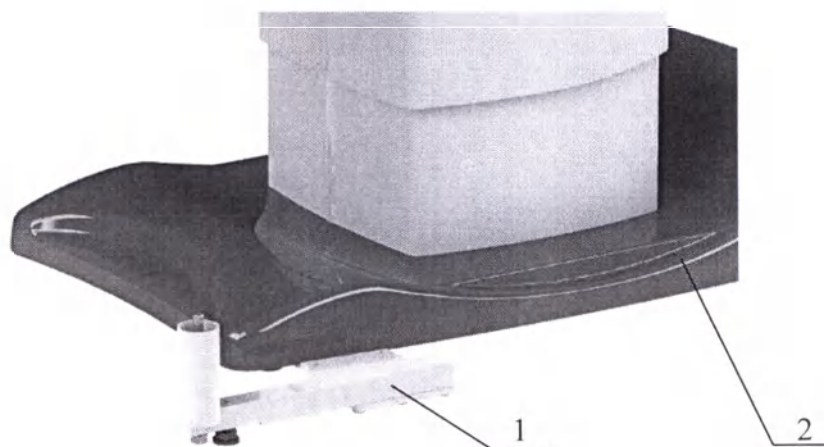

Рисунок 9. Держатель кольпоскопа.
9. Держатель кольпоскопа. (Рисунок 9). Для крепления кольпоскопа используется специальный держатель, который можно установить с любой стороны основания кресла.